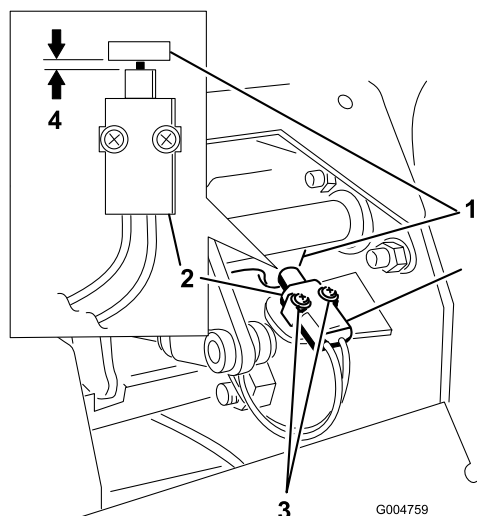

Figure 67
4. Rapprochez le contacteur de la languette sur l'axe de frein, jusqu'à ce qu'ils soient espacés de 0,4 à 1mm (Figure 67).